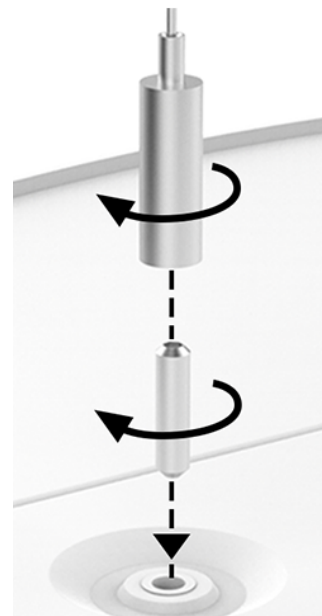

Рис.2
5. Отрегулировать высоту подвеса по необходимости (максимальная высота 2 м, подвесы входят в комплект), см. Рисунок 2;